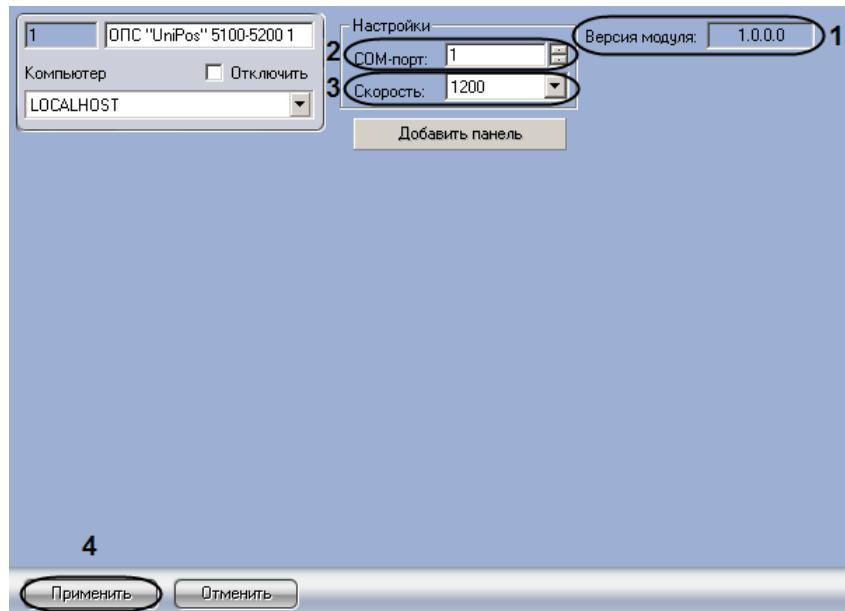

Рис. 3.2—2 Панель настроек объекта ОПС “UniPos” 5100-5200
Примечание. В поле **Версия модуля** отображается текущая версия модуля интеграции ОПС Unipos 5100-5200 (см. Рис. 3.2—2, 1).
2. В поле **СОМ-порт** установить с помощью кнопок **вверх-вниз** номер СОМ-порта, через который будет установлена связь с Сервером Интеллект (см. Рис. 3.2—2, 2).